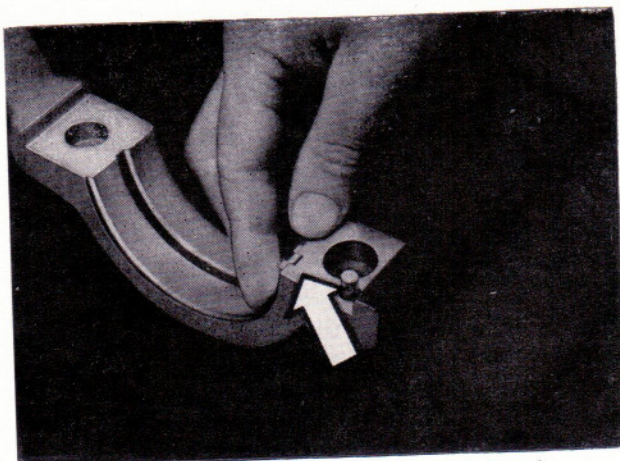

Bild 72
- Hauptlagerschalen in Kurbelgehäuse und Hauptlagerdeckel einlegen (Bild 72).